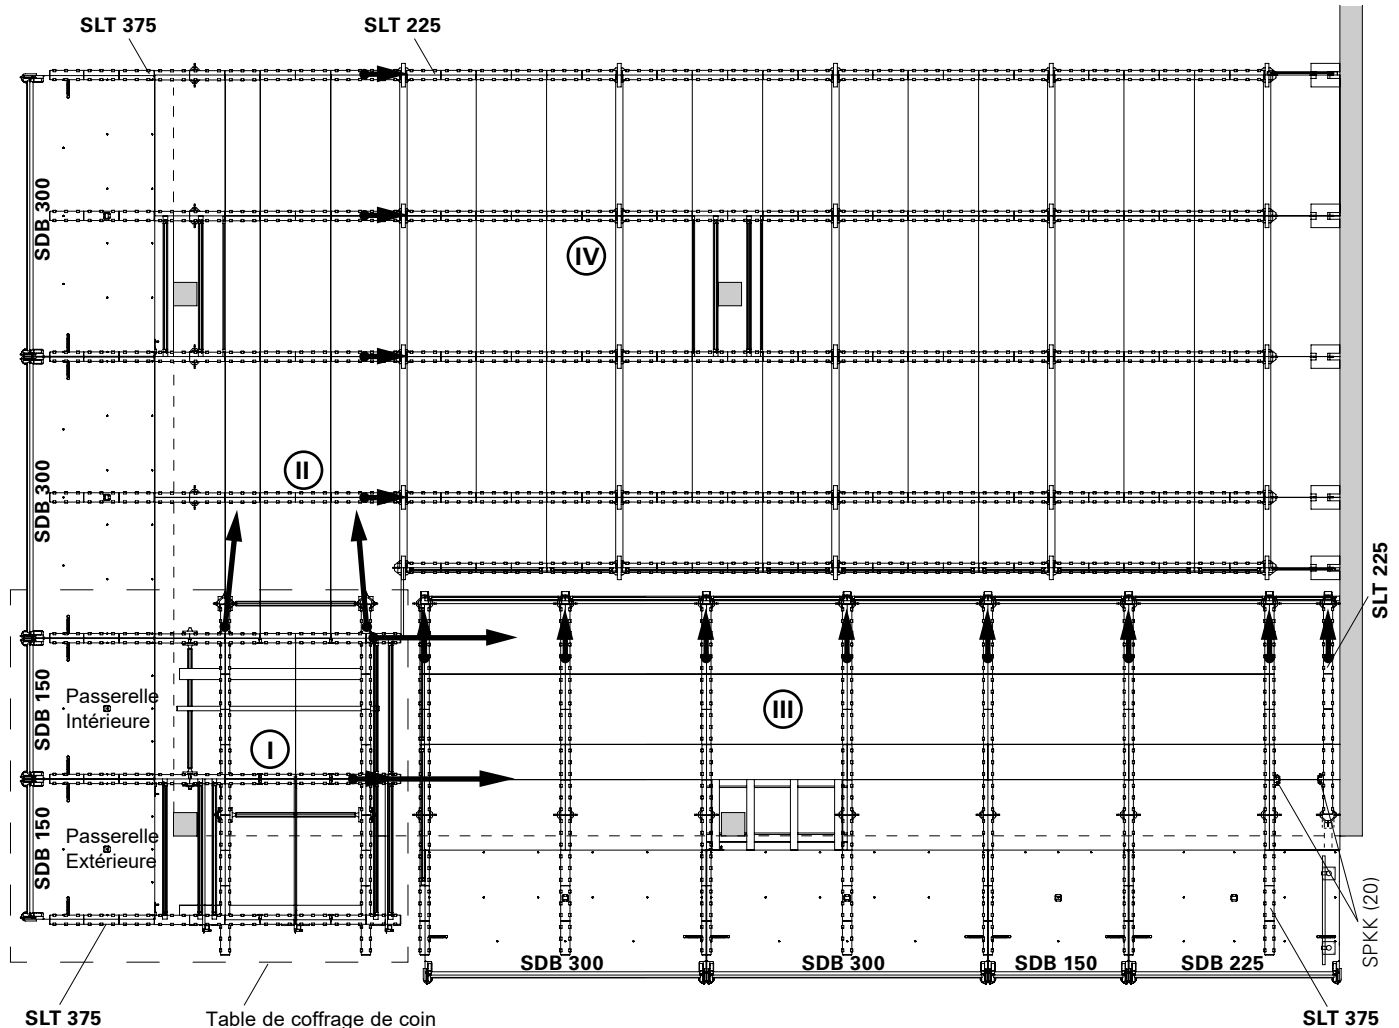

Fig. A9,01
Le montage du coffrage de dalles en liaison avec la passerelle SKYDECK SDB s'effectue en quatre endroits. (Rom. I - IV) La séquence doit être maintenue. (Fig. A9,01)
2. Positionner la table au coin 31 du bâtiment, de sorte que les étais MULTIPROP MP (35) du début soient le plus près possible de la rive du bâtiment. (Fig. A9,06a)